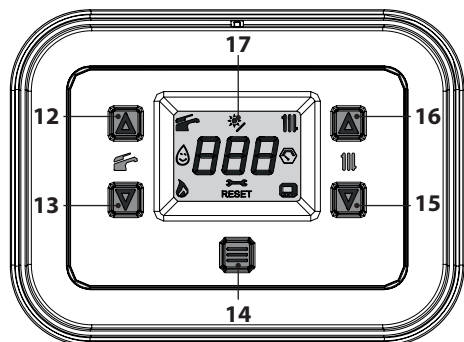
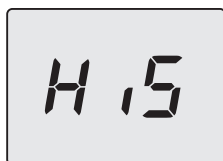

Figura 5.16
Figura 5.17
- Entrare in "modalità programmazione" premendo contemporaneamente per 5 secondi i tasti 13 e 15 (Figura 5.16) fino a far apparire sul display LCD le lettere **HiS** che indicano il menu "Storico delle caldaie" (Figura 5.17).
- Premendo contemporaneamente i tasti 13 e 15 (Figura 5.16) si esce senza modificare il valore (ritorno al livello precedente).
- tenere premuti contemporaneamente i tasti 13 e 15 per 5 sec. (Figura 5.16) (ritorno al livello precedente).